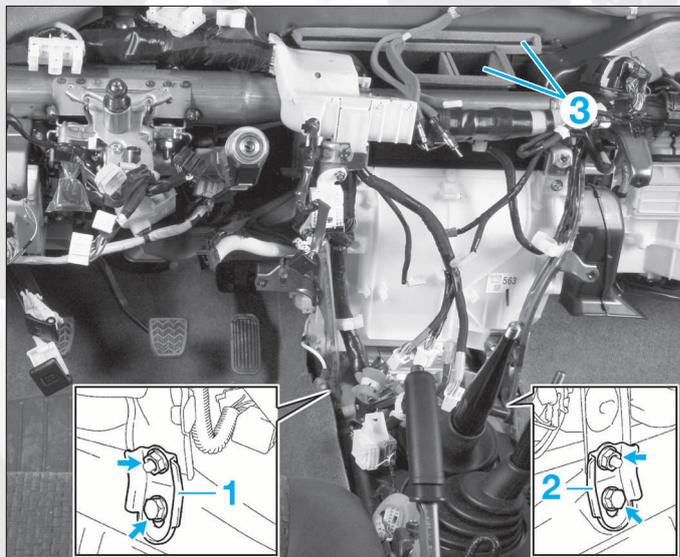

FIG. 12
- Déposer les supports de fixation (1 et 2) (fig. 12).
- Déposer les ouïes (3) (fig. 12).